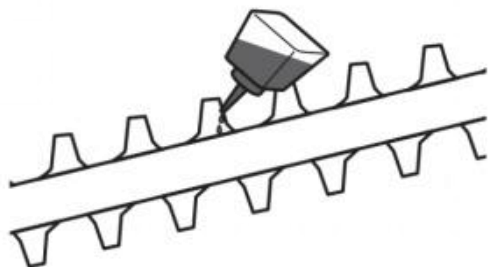

Fig. 76
2. Lubrificare la lama di taglio (D3) dopo ogni utilizzo per prolungare la durata della lama e del prodotto. Applicare un leggero olio per macchine lungo il bordo della lama di taglio (Fig. 76).